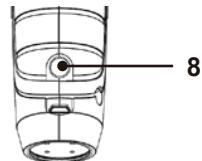

Rys. 10
Liczby widoczne na pierścieniu odpowiadają poziomom momentu obrotowego. Im wyższa liczba na pierścieniu, tym wyższy moment obrotowy i tym głębiej można wkręcić element mocujący. Aby wybrać jakąkolwiek liczbę, obracaj pierścień (9) aż do chwili ustawienia się odpowiedniej liczby naprzeciwko wskaźnika strzałki na obudowie (Rys.10).